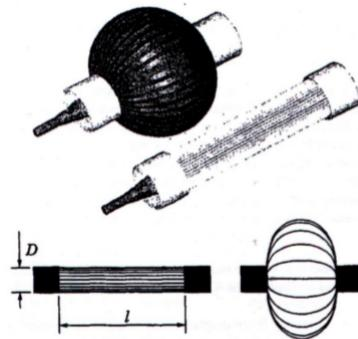

Abbildung 14
z.B. Pleated Pneumatic Artificial Muscle (siehe Abbildung 14)